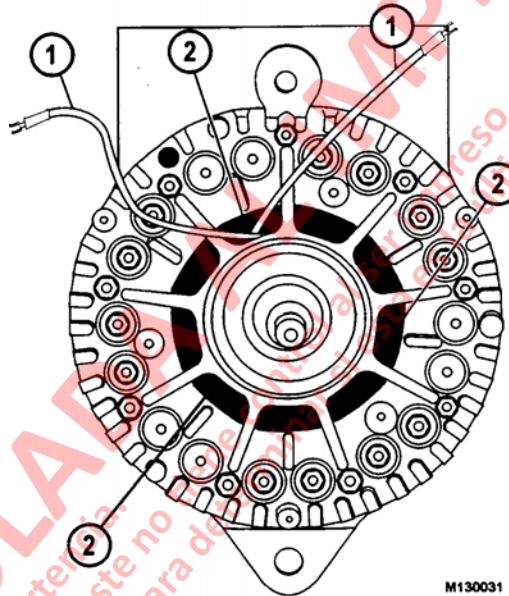

FIGURA 13-28
5. Guíe los dos conductores de campo (cables blancos) a través del orificio de la caja delantera a la caja de control. Conecte los conductores de campo a la regleta de terminales de la caja de control; un cable al terminal "B+"; el otro cable al terminal "F" (Figura 13-28, Figura 13-4).